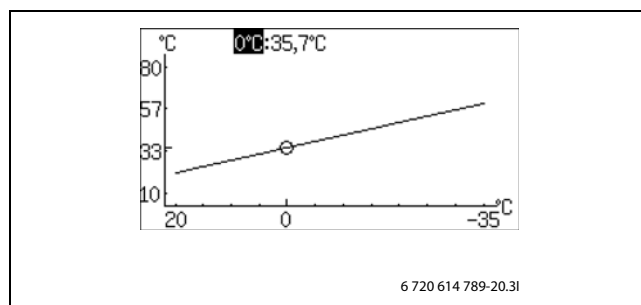

Bild 27
- ▶ Vrid ratten när fyrkanten är markerad tills 0 °C är markerad (→ Bild 27).